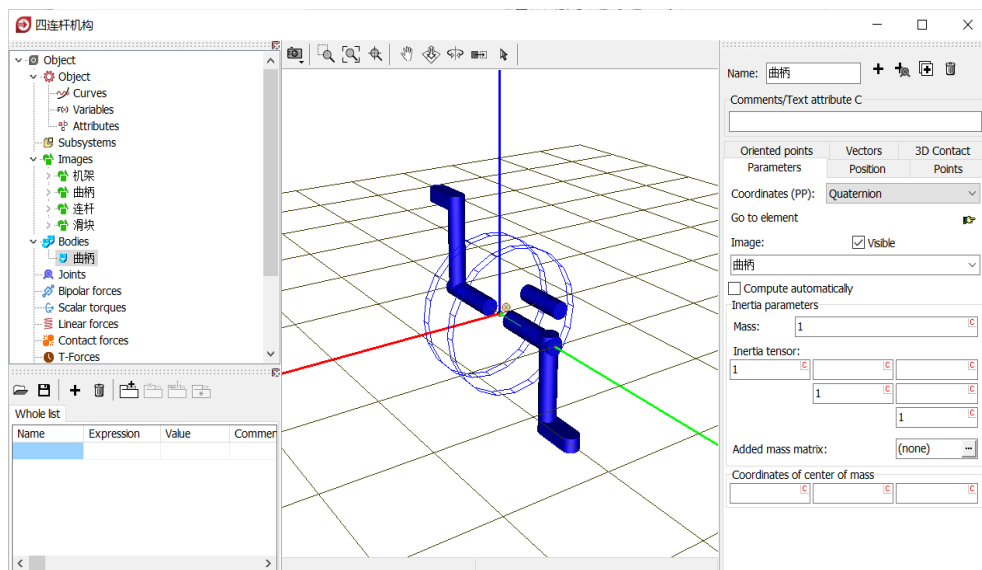

图 2-50
- 6) 创建第一个刚体**曲柄**，从 **Image** 下拉菜单选择几何**曲柄**，设置质量(1)和转动惯量(1, 1, 1)参数，如图 2-50。